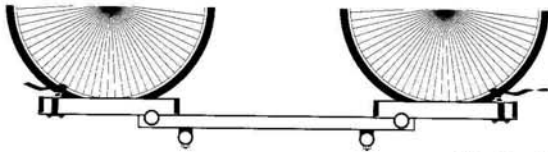

Abb. 3
- Um einen sicheren Transport der Fahrräder zu gewährleisten, müssen diese mit beiden Rädern vollständig in die Halteschalen (Siehe Abb. 3) eingestellt werden. Dazu sind die verstellbaren Halteschalen entsprechend zu justieren und werden mit den Griffschrauben festgezogen. Anschließend die Räder mit den Riemchen der Halteschalen festgezurt.